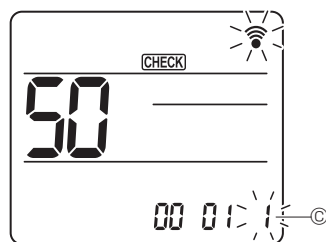

Fig. 7-20
- ④ Seleccionar el número de ajuste
- Utilice el botón [DOWN] para cambiar el número de ajuste ③. (Fig. 7-20)
- ⑤ Para seleccionar múltiples funciones continuamente
- Repita la selección de ③ y ④ para cambiar de manera continua los ajustes de varias funciones.
- ⑥ Para seleccionar la función completa